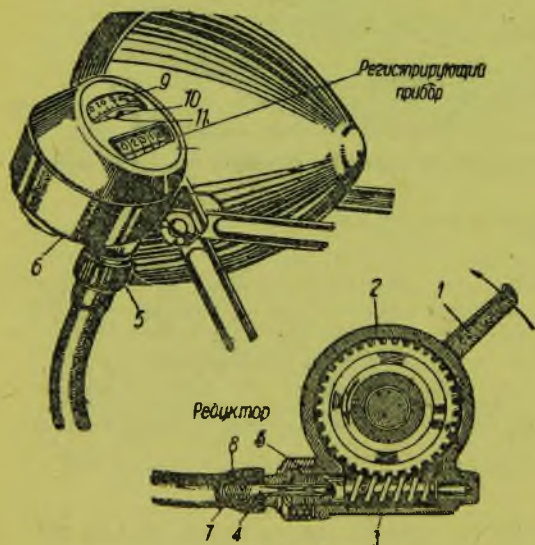

Рис. 208. Спидометр и счетчик пройденного пути
Спидометр приводится от переднего колеса (у М-72 от червячной нарезки втулки ведущего диска мягкой муфты карданного вала) путем зацепления за его втулку двух лапок (1) (рис. 208). Лапки скреплены с шестерней (2), передающей вращение шестеренке (3), соединяющейся с гибким валом (4) при помощи замка (5). Такое же соединение вала и наверху при входе его в контрольную коробку (6). Гибкий вал (4) работает в металлической оболочке (7), находящейся в пыленепроницаемой оплетке (8).